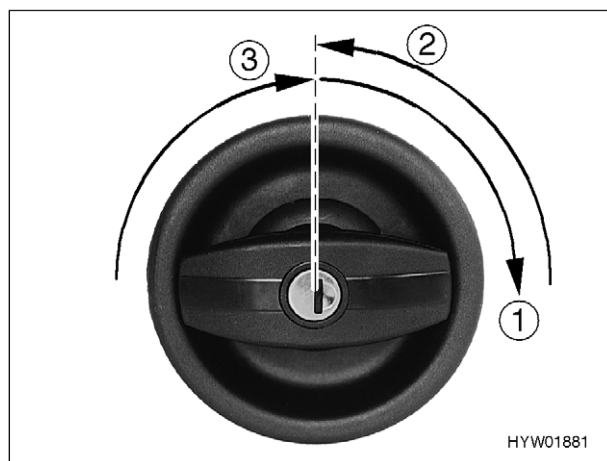

Fig. 10 Serratura della porta di ingresso, lato esterno, apertura
- Inserire la chiave nel cilindro della serratura e girare in senso orario (Fig. 10,1), fino a quando la serratura della porta si sblocca.
- Riportare la chiave in posizione centrale (Fig. 10,2) ed estrarla.
- Girare la manopola della porta in senso orario (Fig. 10,3) fino a quando la serratura della porta si sblocca.